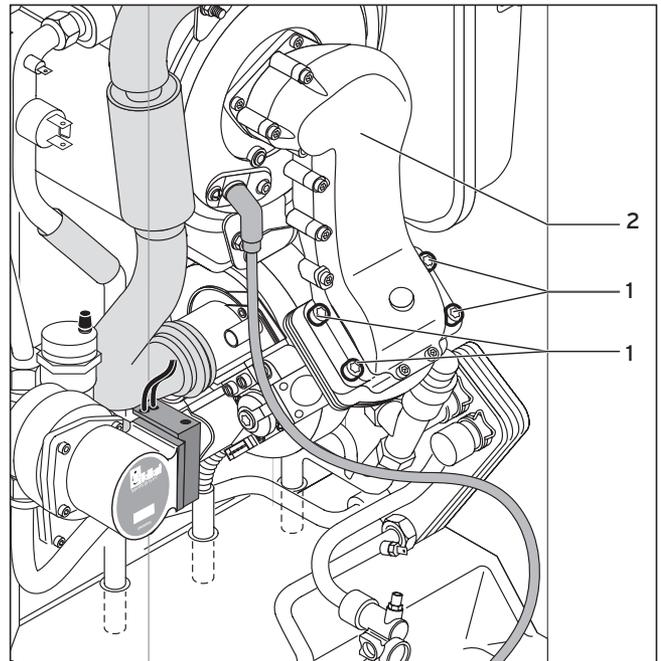

Abb. 8.3 Gebläse und Gasarmatur austauschen
- Lösen Sie die 4 Schrauben (1) am Thermokompaktmodul (2) (Abb. 8.3).